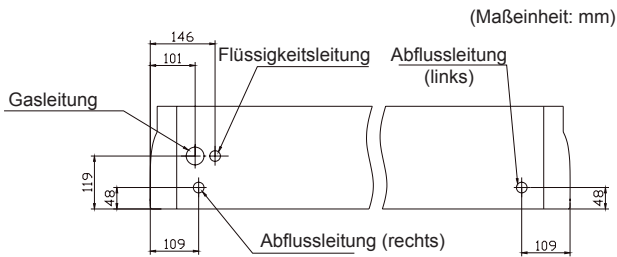

Abb. 4.1 Anschlusspositionen der Rohrleitung
- 1 Die Anschlusspositionen der Rohrleitung werden in der Abb. 4.1 und Abb. 4.2 dargestellt.